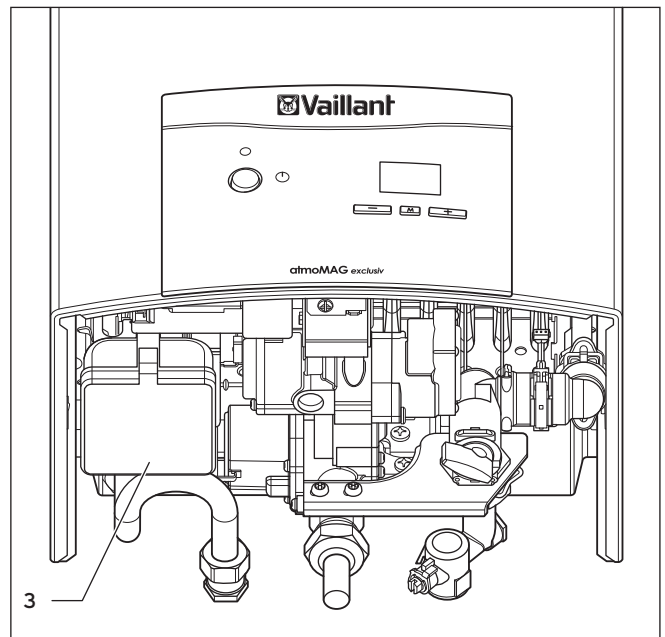

Fig. 4.8 Cambio de la pila
Si existe peligro de heladas deberá vaciar su calentador instantáneo de agua a gas. Ese es el caso, p. ej., cuando sus tuberías de agua amenazan con congelarse. Para ello proceda como se indica a continuación, véase la fig. 4.8, Vaciado.
El compartimento de la pila (3), véase Fig. 4.8, se encuentra en la parte inferior izquierda del aparato y es accesible sin necesidad de desmontar la carcasa del aparato.